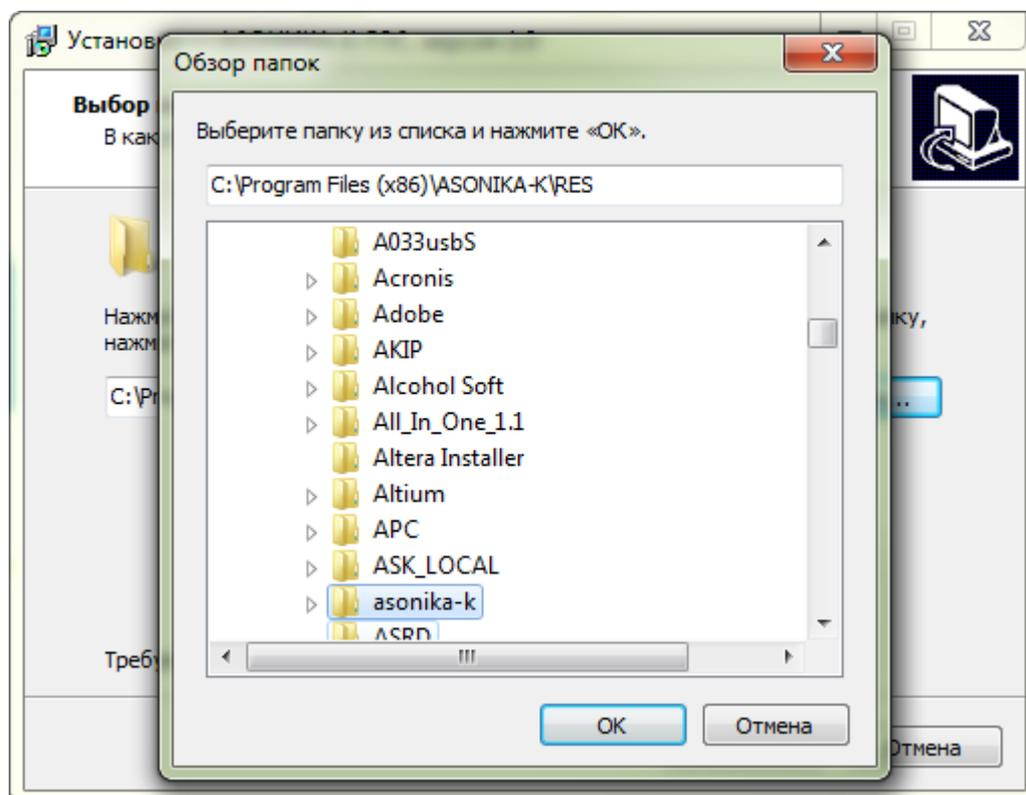

Рисунок 3.3. Выбор папки, в которую будет установлена система
- В появившемся окне (см. рисунок 3.3) выберете нужную Вам папку.